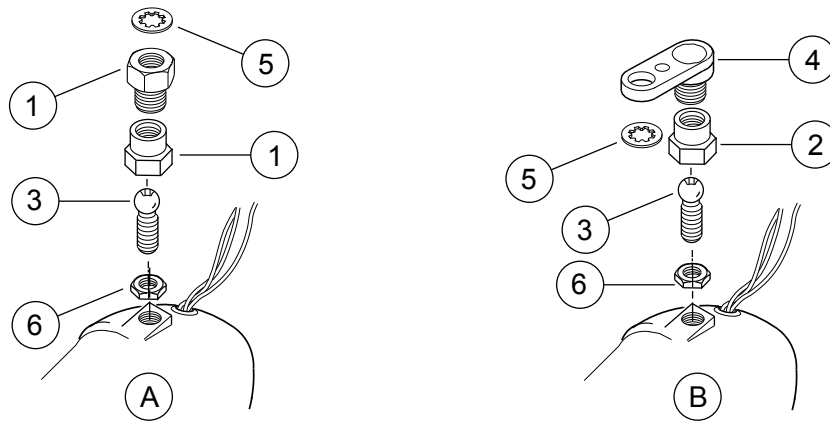

Figura 1. Installare gli attacchi girevoli e gli indicatori di direzione anteriori
2. Vedere Figura 1. Montare la piastrina con la sede sferica (4) sull'estremità dello specchietto retrovisore usando le rondelle di sicurezza (5) situate sotto la piastrina ed il dado cieco originale. Una depressione nella piastrina con la sede sferica si adatterà sopra una piccola protuberanza al di sotto della scatola della leva della frizione quando la piastrina è allineata in modo appropriato.
3. Collocare il perno a sfera (3) attraverso il morsetto del perno a sfera (2) ed avvitare sul controdado (6). Avvitare il gruppo del perno a sfera nel guscio della luce di sinistra. Avvitare il controdado contro il guscio della luce.